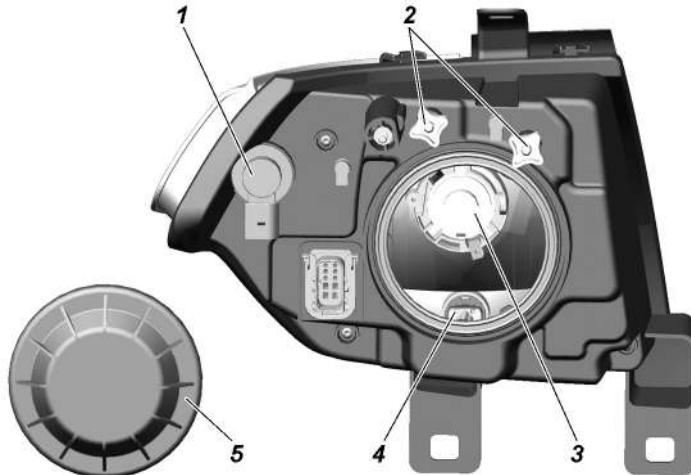

Рис. 9.35. Фара:
3. Включите ближний свет фар и, поочередно закрывая каждую фару, вращением регулировочных винтов 2 (рис. 9.35) добейтесь, чтобы светотеневая граница слева от точек Е и Е' совпадала с линией 1, а справа – с линиями 2 и 2' для левой и правой фар соответственно. Точки перелома светотеневой границы должны совпадать с точками Е и Е'.
**Замена ламп фар.** Для замены лампы указателей поворота снимите колодку с патрона 1 ( рис. 9.35), поверните патрон по часовой стрелке (для правой фары) или против часовой стрелки (для левой фары) и выньте патрон в сборе с лампой.